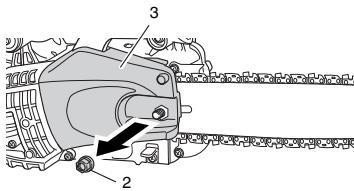

Fig. 2
- Retirez l'éroux de blocage (2) du guide-chaîne. Retirez le carter latéral (3). (**Fig. 2**)
- Installez le capot latéral (3) sur les boulons (6). Assurez-vous que le moyeu du boulon de réglage de tension de chaîne (8) s'adapte correctement dans le trou dans le trou du guide de chaîne (9). (**Fig. 2**)